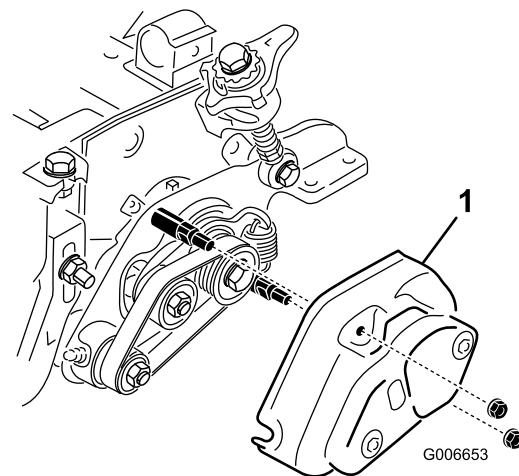

Figura 13
24. Montate il carter dell'elemento grooming e fissatelo con due dadi flangiati da $5/16$ poll. (Figura 13).